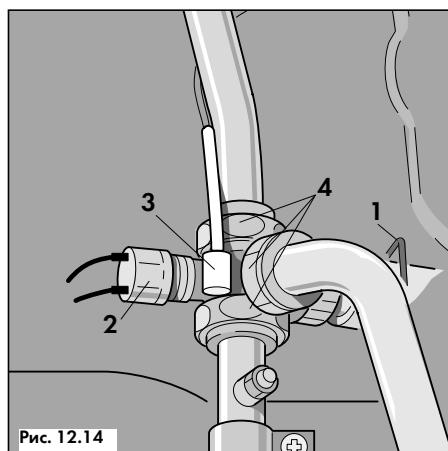

Рис. 12.14
- Разъединить штекерные соединения и отсоединить кабели STB (2, рис. 12.14);
- Удалить пружинный фиксатор (1, рис. 12.14);
- Разъединить штекерные соединения и отсоединить кабели от STB (2, рис. 12.14);
- Вытащить чувствительный элемент термометра аппарата из погружной гильзы (3, рис. 12.14) на подающей линии аппарата;
- Раскрутить резьбовые соединения (4, рис. 12.14) и снять байпас вместе с подсоединенными;